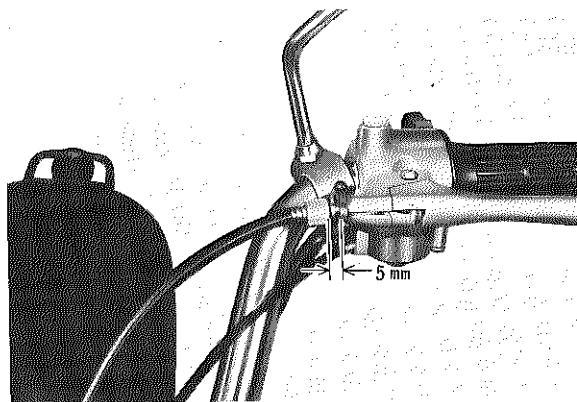

Fig. 2-3-14
- a. Tighten the adjusting screw on the clutch lever holder, leaving approx. 5 mm unscrewed from the head (Fig. 2-3-14)
- a. Visser la vis de réglage prévue sur le support du levier d'embrayage, en laissant 5 mm entre la tête de la vis et le support du levier. (Fig. 2-3-14)
- a. Die Einstellschraube am Kupplungshebelhalter einschrauben, bis der Abstand zum Schraubenkopf ungefähr 5 mm beträgt. (Fig. 2-3-14)